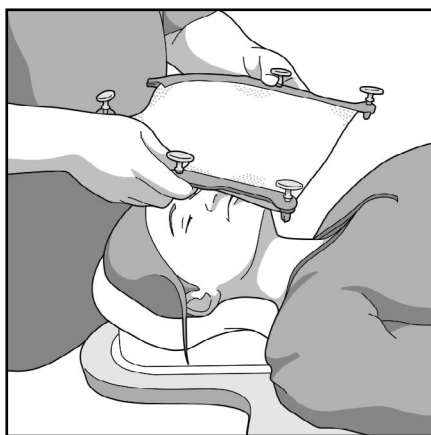

Fig. 4
1. Plasser masken over pasienten, og innrett S-rammepinnene med festehullene på innsatsen (Fig. 4).